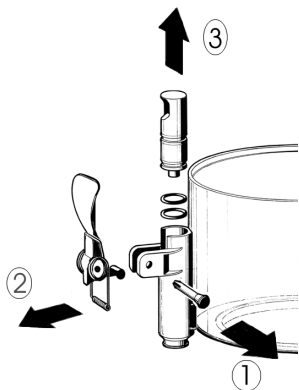

figure 1
- 3 - Démontez le robinet selon la séquence indiquée (voir figure 1).